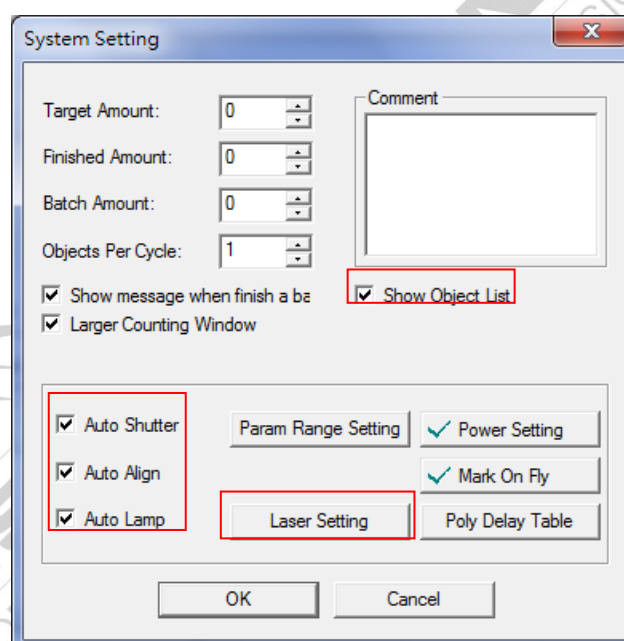

図 1.6.02
**System Setting:** マーキング関連のパラメータを設定します（図1.6.02参照）。いくつかのパラメータはSystem Property Table（3.1.3参照）のパラメータと同じですが、この場合、以下のパラメータは異なるパラメータ（図1.6.02の赤枠）を導入するだけです。
**Expected:** 予想されるマーキング額を表示します。(「System Setting」の「目標量」の値を設定した場合のみ表示されます。図1.6.02参照)